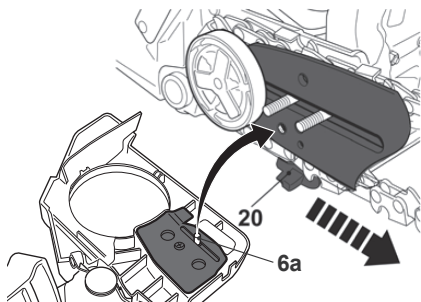

Fig. 7
- > Tendez la chaîne [3] en poussant délicatement le guide-chaîne [4] vers la droite (Fig. 7).